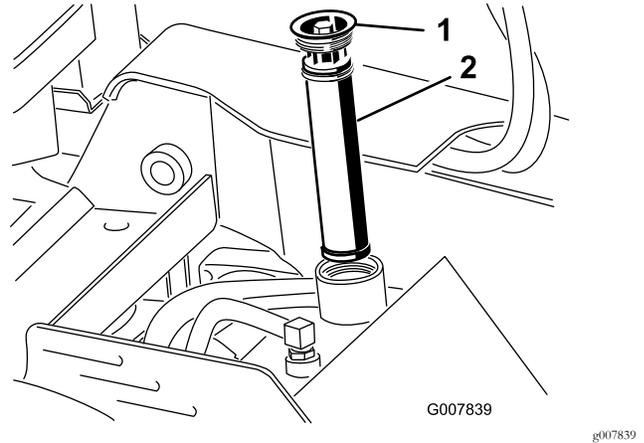

Bild 9
- B. Entfernen Sie den Deckel bzw. Hydraulikfilter vom Füllstutzen des Hydraulikbehälters (Bild 9).
- D. Setzen Sie den Deckel und Filter in den Füllstutzen ein (Bild 9) und ziehen Sie die Schraube oben am Deckel mit 13-15,5 N m an.